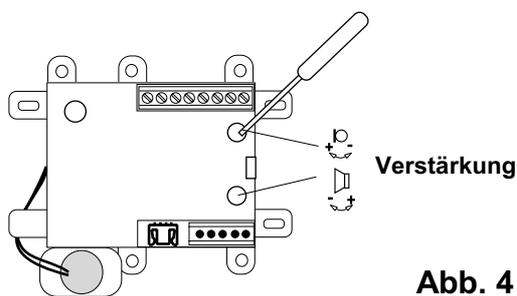

Abb. 4
**Regler Mikrofon (Abb.4)**
**Regler Lautsprecher (Abb.4)**